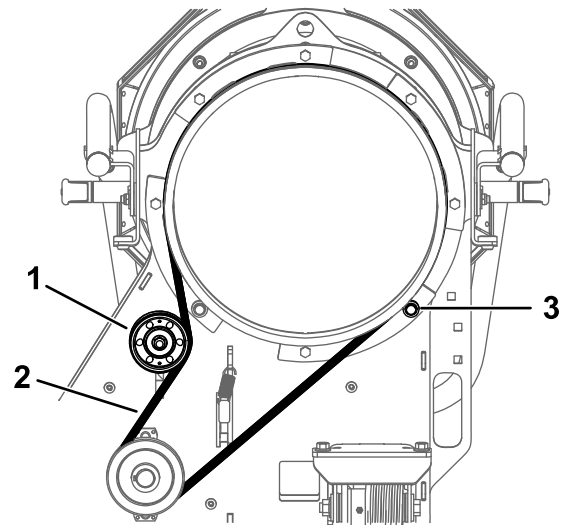

**Figura 35**
3. Retire la cubierta de la correa (Figura 35).